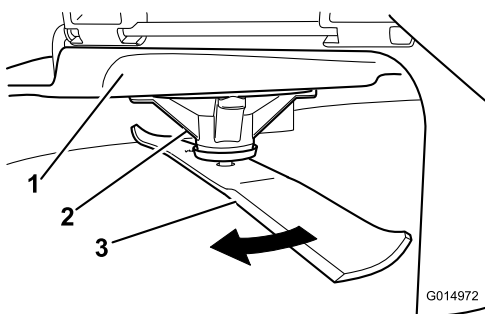

Figura 59
2. Indossando guanti dalla spessa imbottitura o altre protezioni idonee per le mani, ruotare lentamente la lama in una posizione che consenta di misurare la distanza tra il bordo di taglio e la superficie piana su cui si trova la macchina (Figura 59).